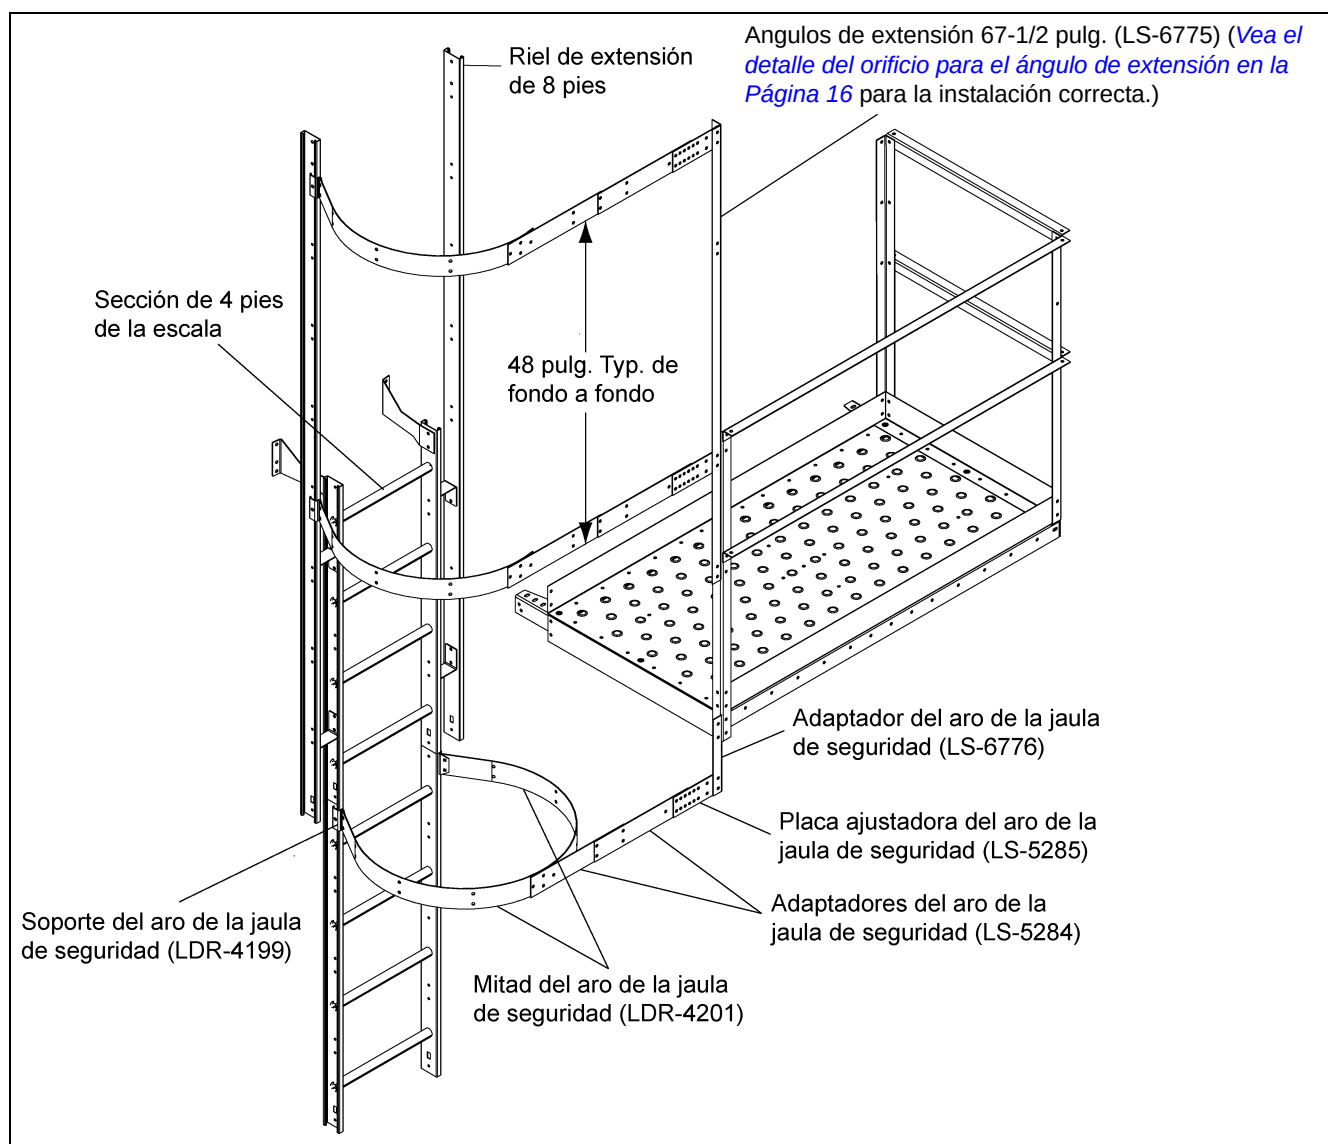

Figura 6L
Se necesitará una pre-instalación antes de conectar cualquier pieza a las escalas o a la plataforma. Conecte dos (2) soportes para la jaula de seguridad al riel de extensión de 8 pies y un soporte para la jaula de seguridad a la segunda sección de 4 pies de la escala como se muestra en la Figura 6L. Conecte con pernos las placas ajustadoras para el aro de la jaula de seguridad al ángulo de extensión como se muestra en la Figura 6L. Luego, conecte entre sí -con pernos- los adaptadores para el aro de la jaula y únalos a las mitades de los aros de la jaula de seguridad utilizando la configuración apropiada, dependiendo del diámetro del silo (Vea el detalle de la instalación del adaptador en la Página 49). Asegúrese de utilizar los pernos de 5/16 pulg. x 1 pulg. con sus cabezas mirando hacia el interior de la jaula de seguridad. Conecte estas instalaciones a los soportes de la jaula de seguridad y a las placas ajustadoras del aro de la jaula. (Vea el detalle de la conexión en la Página 49 para la correcta ubicación de los orificios.) Apriete los pernos a medida que va avanzando. La instalación del fondo requiere de dos (2) mitades de aros y se ubicarán justo abajo de la plataforma como se muestra en la Figura 6L. Utilice el ángulo ajustador para el aro de la jaula de seguridad para afirmar las instalaciones de las dos mitades del aro al ángulo vertical de entrada en la instalación de la plataforma.
NOTA: Los soportes verticales de 48 pulg. se eliminaron en la Figura 6L para mayor claridad.